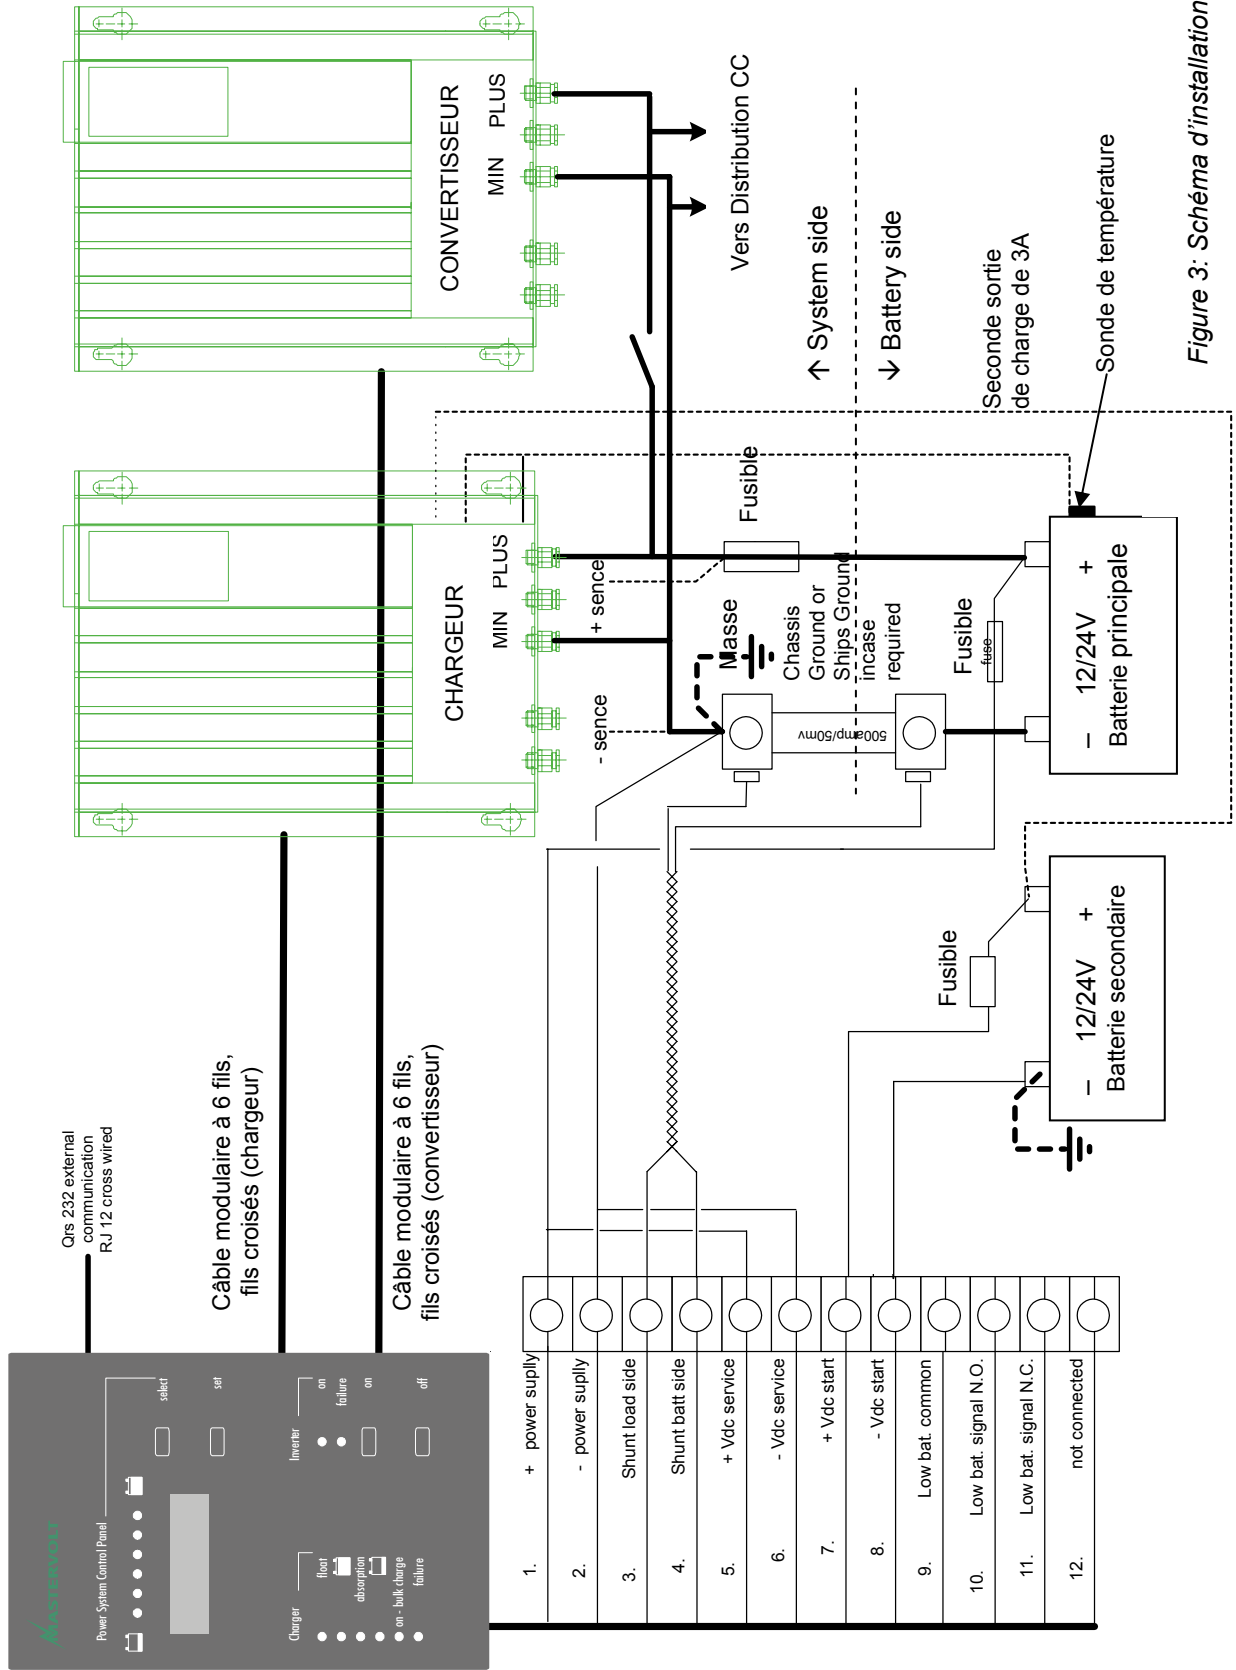

Figure 3: Schéma d'installation
Pendant l'installation, contrôler aussi le schéma d'installation (page 9, figure 3).
- Raccorder les fils aux bornes de jonction du *System Manager Smart* (voir schéma ; figure 3) et installer le compteur avec les quatre vis fournies.